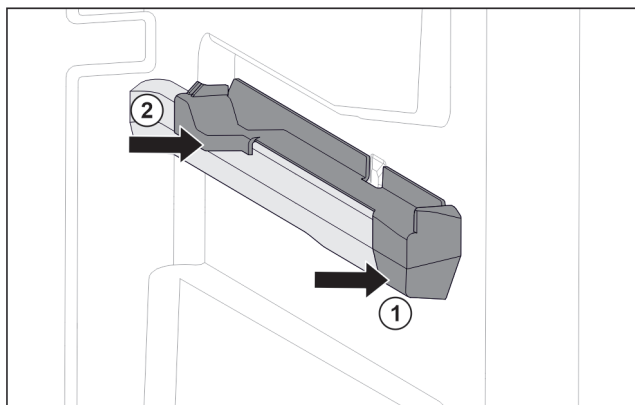

Fig. 154 Élément emboîtable sur la nervure de récipient droite
- Poser le devant de l'élément emboîtable contre la nervure de récipient. Fig. 154 (1)
- Enfoncer l'arrière de l'élément emboîtable. Fig. 154 (2)